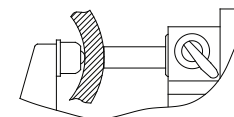

fig.4
6. Installer l'enclume sphérique sur l'enclume, le micromètre peut mesurer l'épaisseur du tube (fig.4).